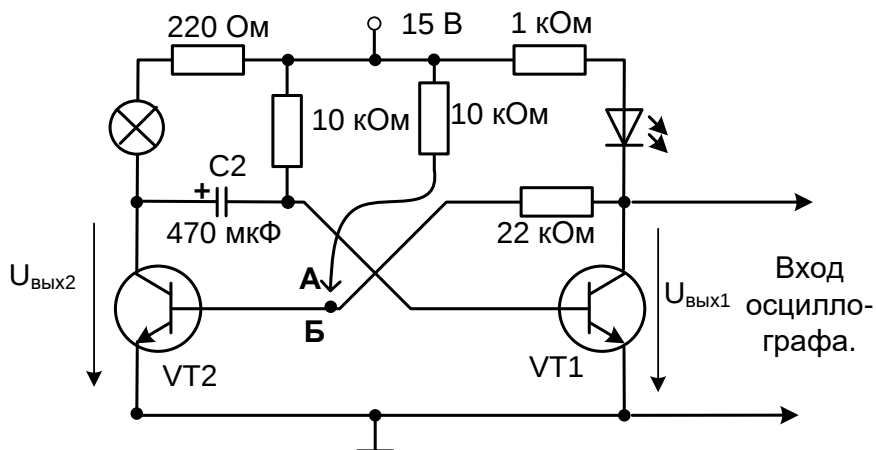

Рис. 7.17. Принципиальная схема одновибратора.
- Соберите теперь схему ждущего одновибратора (Рис. 7.17 и 7.18). Включите питание и убедитесь, что светодиод включился, а лампочка не включилась.